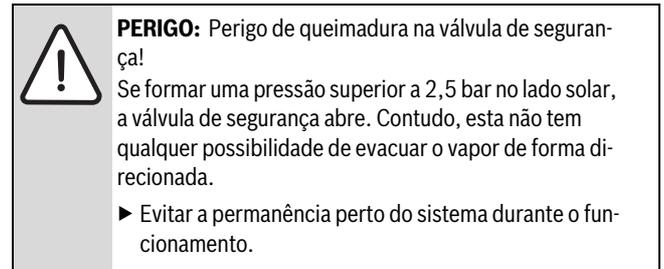

Fig. 83 Montar de válvula de segurança do lado solar
- ▶ Montar a válvula de segurança solar (2,5 bar) (Fig. 83, [1]) em cima no acumulador.